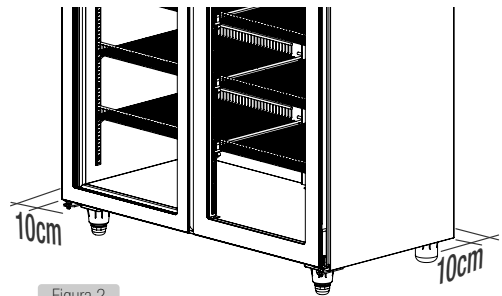

Figura 2
- 5 Tanto la parte posterior de la unidad como sus laterales deben quedar a 10 cm como mínimo de cualquier obstáculo que impida la libre circulación de aire. También debe ubicarse a 60 cm del techo, como mínimo. La incorrecta ubicación del equipo afecta su rendimiento, implica pérdida de eficiencia y mayor consumo de energía. (Figura 2)